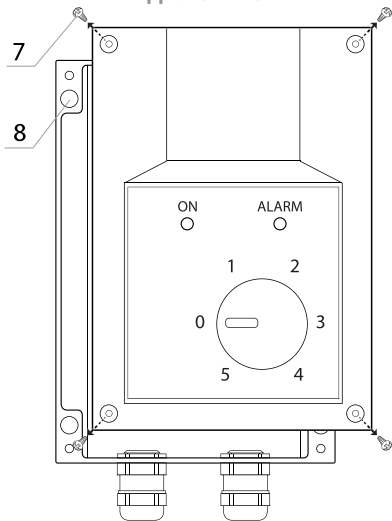

Рис. 2
- Зняти передню кришку приладу, відкрутивши самонарізи 7 (див. рис. 2).
- Закріпити регулятор на поверхні за допомогою кріпильних отворів 8 (див. рис. 2) у задній стінці приладу.